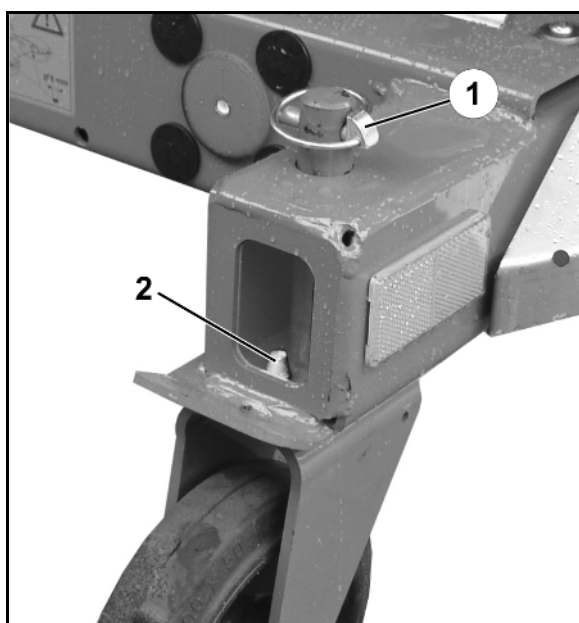

Fig. 39
6. Faste ruller bag (Fig. 39)
- o Monter, og foretag sikring med split (Fig. 39/1),
Når de faste ruller monteres, skal du sikre, at boltene (Fig. 39/2) går gennem boringen i rammen og dermed holder rullerne i længderetningen.